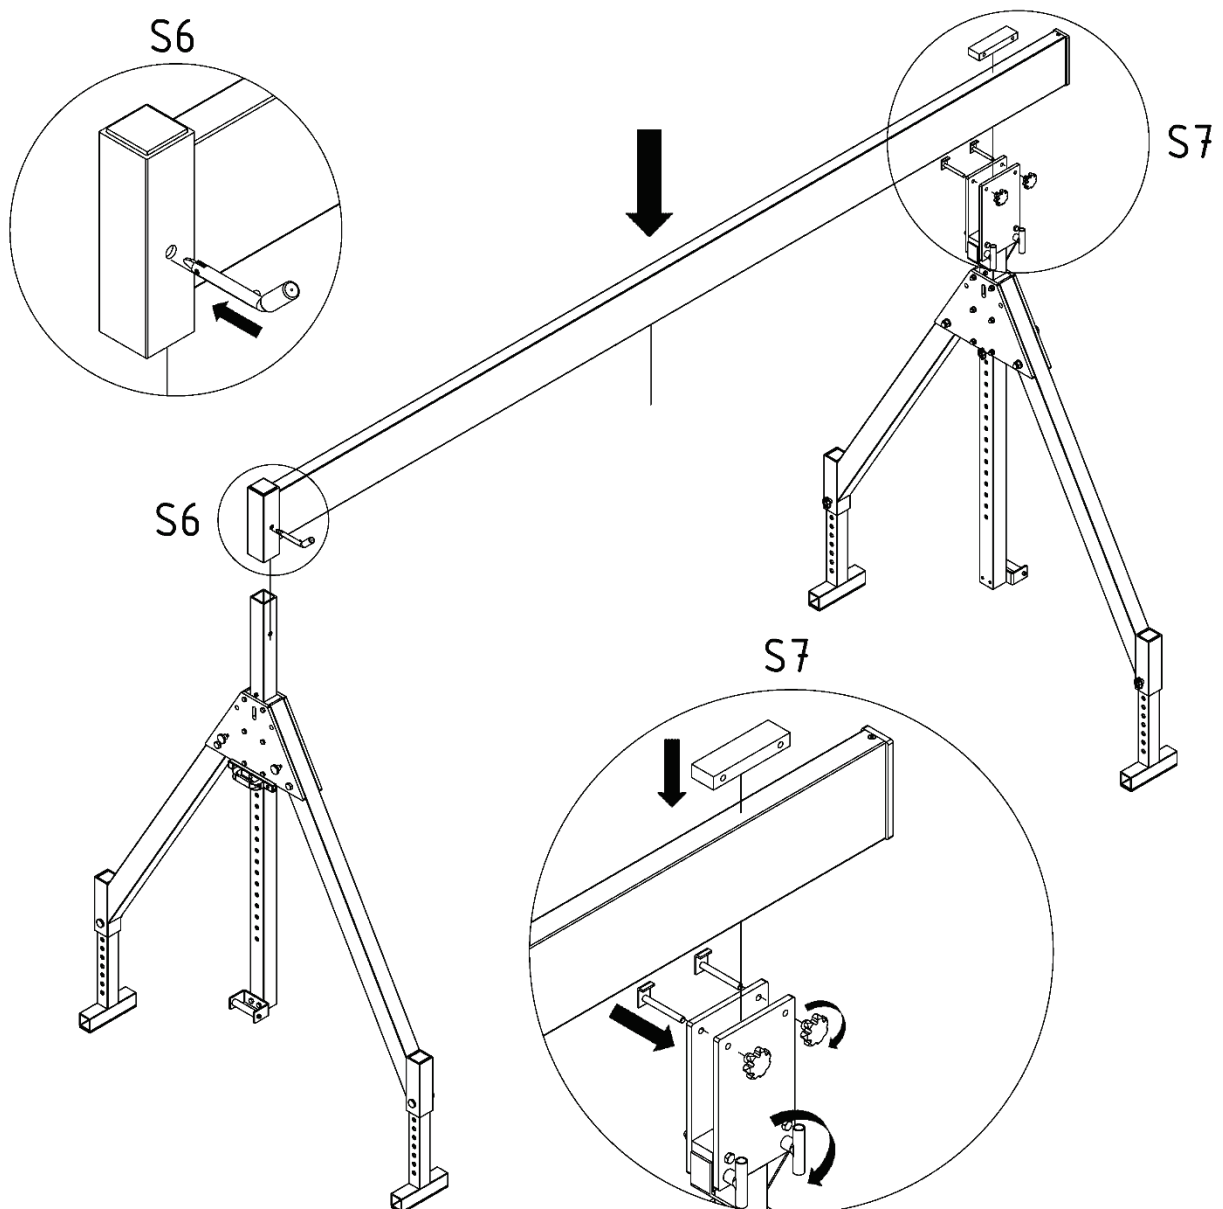

Fig. 3
- 7.3 Sett nå aluminiumsbjelken ned på sidestativet som vist i fig. 3. Pass på at mottakshylsen som er sveiset på en av endene på aluminiumsbjelken, settes på bjelkestøtten til sidestativet med pluggmottak. Den andre siden av aluminiumsbjelken legges opp i horisontaljusteringen på bjelkestøtten til sidestativet på motstående side.
- 7.4 Stikk nå bjelkesikringsbolten gjennom hullet i mottakshylsen på aluminiumsbjelken som vist i fig. 3. Plasser nå avstandsplate 2 på bjelken og sett inn spennskruene 1 igjen. Skru på stjerneknappmutterne og stram til spennskruene 2 igjen for å klemme fast aluminiumsbjelken i denne posisjonen.